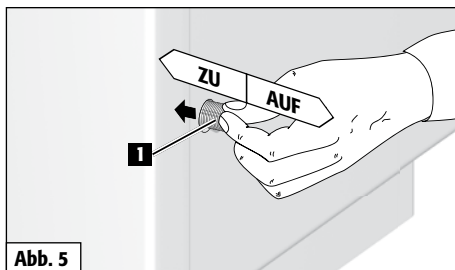

Abb. 5
**Beim Anfeuerungs- und Nachlegevorgang regeln Sie die Verbrennungsluft mit dem Sekundärluftschieber (Abb.5/1).**
Bei zu weit geschlossenem Sekundärluftschieber (Abb. 5/1) besteht die Gefahr, dass die Abgase unvollständig verbrennen (Schwelbrand), dass die Feuerraumscheibe verrußt oder dass die angesammelten Holzgase explosionsartig verbrennen (Verpuffung).
Der Sekundärluftschieber (Abb. 5/1) darf im Betrieb niemals vollständig geschlossen werden. Der Feuerraum und das Aschefach hingegen müssen immer fest verschlossen sein.